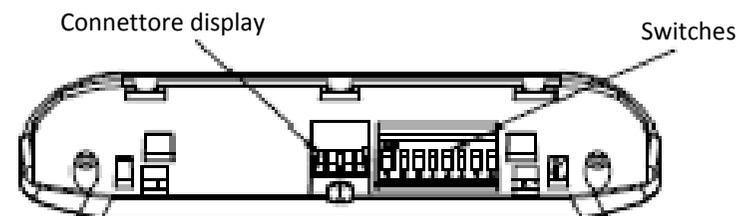

Figura 4.0 (vista posteriore)
6. Prestare attenzione in fase di collegamento del cavo display al display, che il filo rosso sia posizionato a sinistra dell'unità (vista posteriore Figura 4.0)